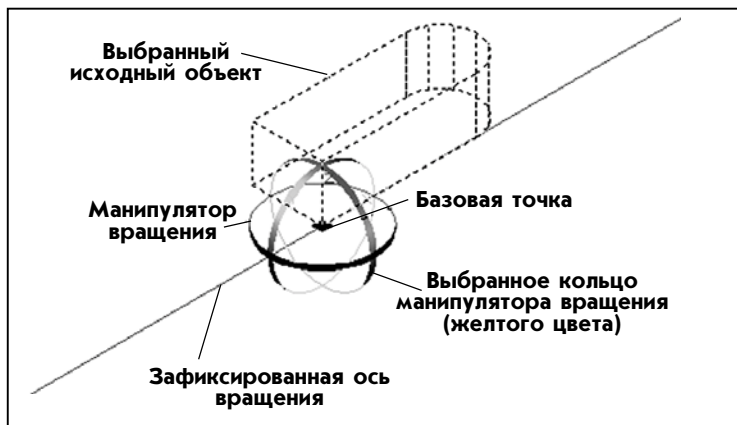

Рис. 8.6. Выбор оси вращения с помощью манипулятора вращения
3. «*Ось вращения: ...*» — для вращения объекта вдоль одной из осей манипулятора вращения подвести указатель-перекрестие к тому кольцу манипулятора, для которого требуемая ось является нормалью (рис. 8.6). Как только кольцо изменит цвет на желтый, щелкнуть на нем, чтобы зафиксировать соответствующую ось вращения.